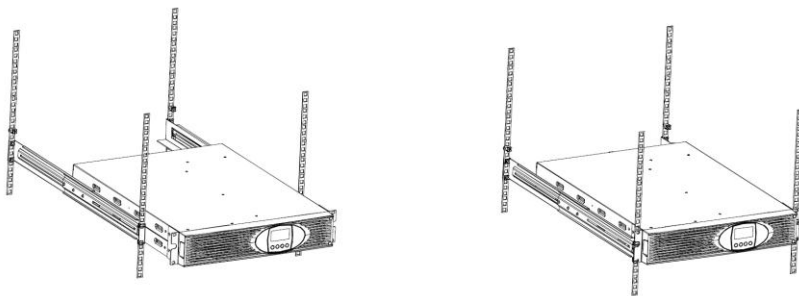

Figura 6: Fissaggio nel rack
8. Fissare le staffe del sistema UPS nel rack (vedi Figura 6).